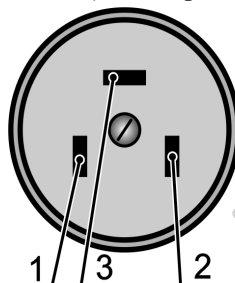

Рис. 28
- Вилка и сетевой шнур после установки прибора должны быть доступны для обеспечения возможности отключения и не должны подвергаться нагреву. Не допускается размещать прибор так, чтобы розетка находилась над рабочей зоной. Подключение должно быть выполнено согласно схемы (рис. 28).